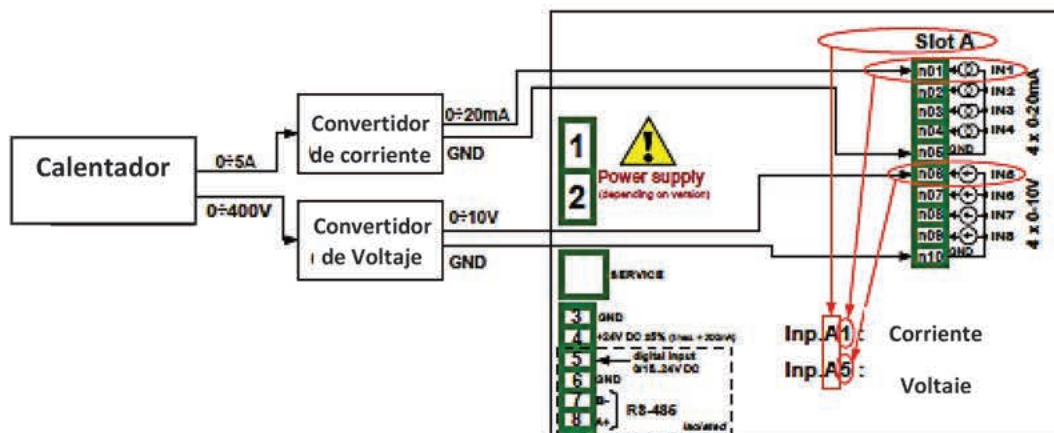

Fig. 7.63. Diagrama esquemático para el módulo UI4
Primero configure el dispositivo como se describe a continuación, luego conecte el calentador a los convertidores y luego al dispositivo (de acuerdo con la **Fig. 7.63**)
- Parámetro **fuelle** establecido como **ent. A1: corriente** (ver la conexión en la **Fig. 7.63**),
- Parámetro **Fuente** establecido como **entrada A5: Voltaje** (vea la conexión en la **Fig. 7.63**),